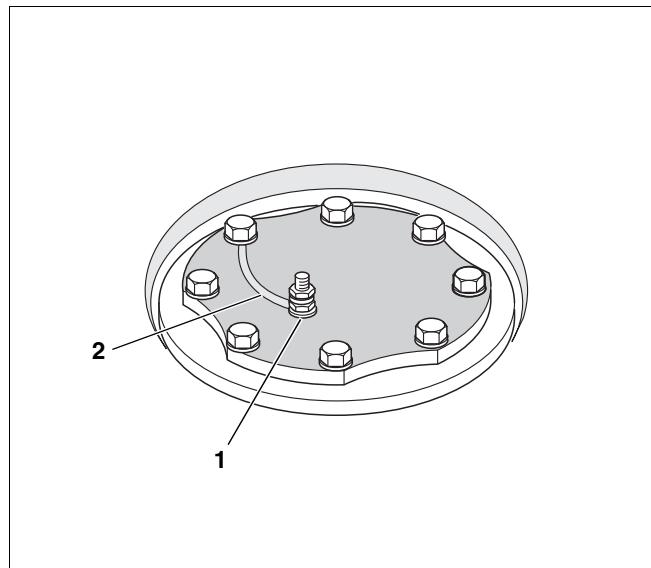

Рис. 5 Подключение магниевого анода
- Проверьте, подключен ли кабель заземления (рис. 5, **поз. 2**) магниевого анода.